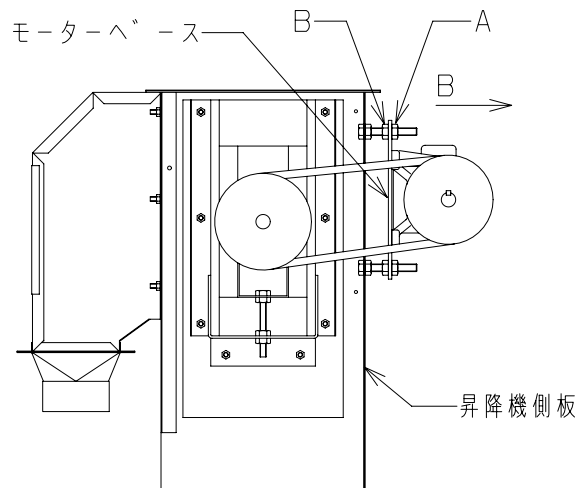

図2
- 2) . 図2のAのナット4本を緩めます。
- 3) . モーターベースが矢印方向へ移動するように、図2のBのナットを回し、ベルトを張って下さい。
- 4) . ベルトを張りおえましたら、図2のAのナット4本を締めて下さい。